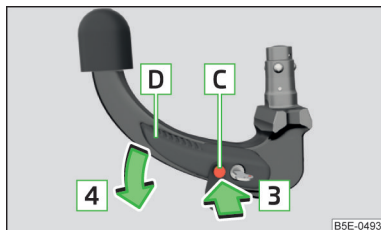

Fig. 272
- Presionar el perno de desbloqueo **C** el sentido de la flecha **3** hasta el tope y al mismo tiempo presionar la palanca de mando **D** el sentido de la flecha **4** hasta el tope » fig. 272.